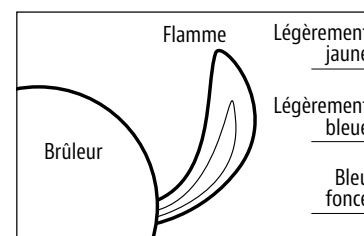

FIG. 3
- Après l'allumage, observez la flamme du brûleur. Assurez-vous que tous les orifices du brûleur sont allumés et que la hauteur de la flamme correspond à l'illustration **Fig. 3.**